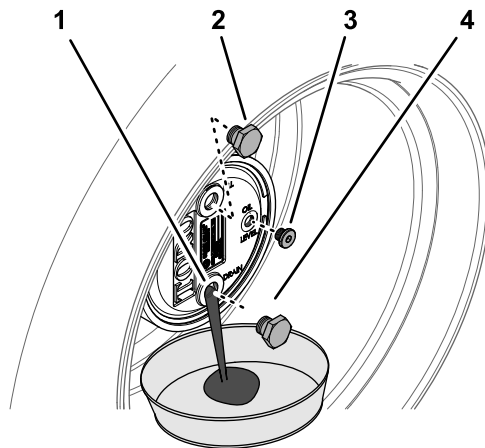

图 60
2. 取出 12 点钟位置的加油塞和 3 点钟位置的检查塞图 60。
3. 将放油盘放在行星齿轮毂下面取出 6 点钟位置的排油塞让油完全排出图 60。
5. 将排油塞安装到行星齿轮箱的排油孔中图 60。